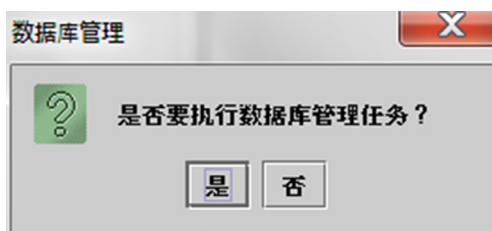
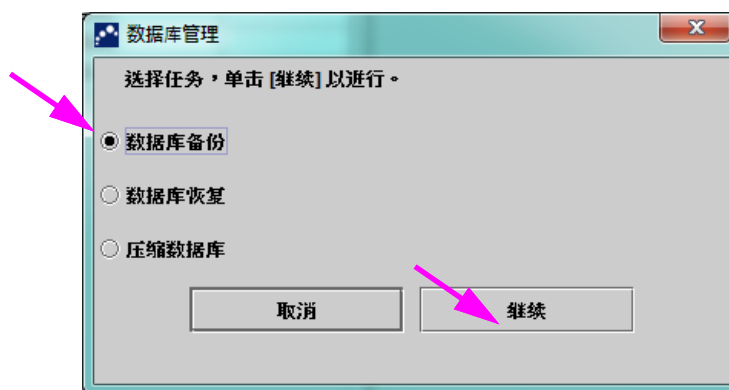

图 2-99. Database Management（数据库管理）对话框
图 2-100. Database Management（数据库管理）对话框
- 如果**未**勾选“系统配置”对话框的数据库管理提醒复选框（参见图 2-77），则将不会出现“数据库管理”对话框（参见图 2-99），且不需要执行任何进一步的操作。在第 2.5.1 节的步骤 3 中单击**退出**按钮后，软件将关闭，然后可跳至第 2.17.1.3 节完成关闭系列操作。
- 如果勾选了“系统配置”对话屏幕上的**数据库管理提醒**复选框（参见图 2-77），则在“GeneXpert Dx System”窗口之上将出现“数据库管理”对话框（参见图 2-99），询问是否要执行“数据库管理”任务。
- A. 如果单击“数据库管理”对话框（参见图 2-99）上的**否**，则 GeneXpert Dx 软件会关闭，然后可以转到第 2.17.1.3 节完成关闭系列操作。
- B. 如果单击“数据库管理”对话框（参见图 2-99）中的**是**，则系统将要求选择要执行任务（参见图 2-100）。
视用户的权限而定，可能会看不到或部分看不到“数据库管理”对话框中的四个选项。参见图 2-100。